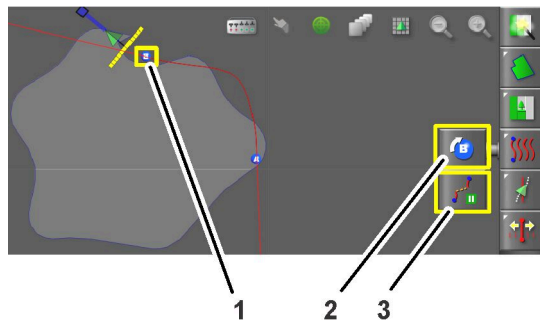

図 17
6. フィールド境界 (図 17)の等高線パスに沿ってマシンを移動します。
7. セットポイントBアイコン 図 17を押します。